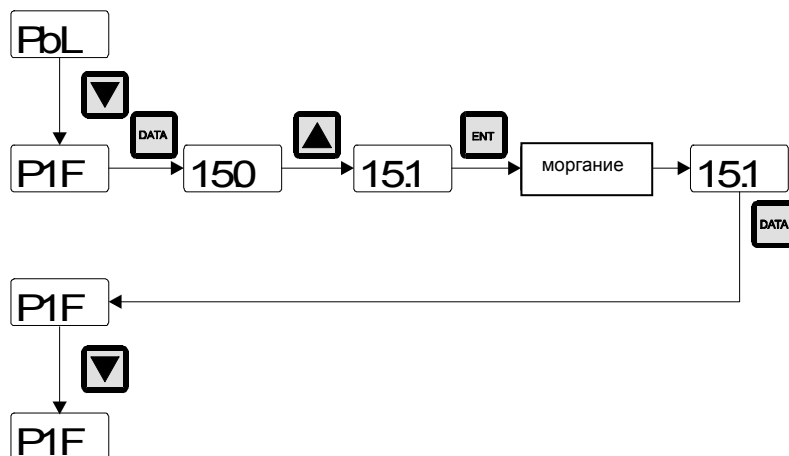

рис. 7
**Пример 1:** Настройка быстрой скорости (рис. 7)